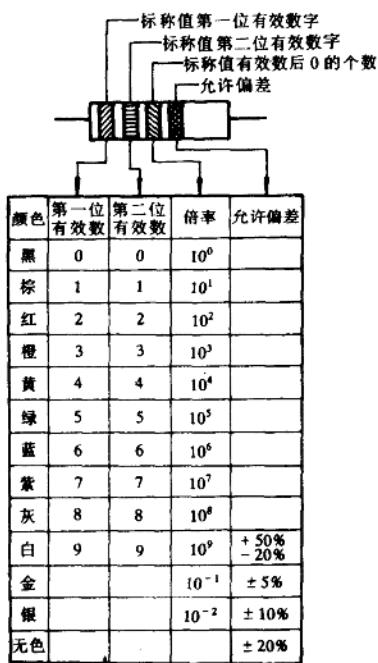

图 1-1.2 普通电阻 4 色带色标法
(1) 普通电阻器的色标法 普通电阻器用 4 条色带 (环) 表示标称电阻值和允许的偏差, 如图 1-1.2 所示, 其中前 3 条色带表示阻值, 最后一条表示偏差。靠近电阻器一端的为第一条色带, 远离一端的为最后一条, 电阻值及其误差与色带颜色的关系可由图 1-1.2 的表中看出。